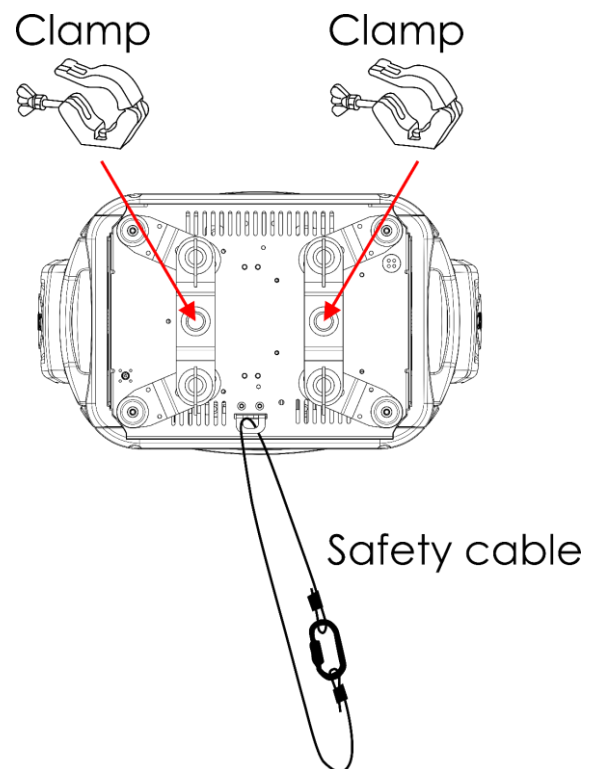

Fig. 07
- 02) Installare i ganci, come indicato nella Fig. 07. Assicurarsi di servirsi dei ganci adatti per il fissaggio del dispositivo a un traliccio.
portante indipendente dalla sospensione primaria. Inserire il cavo di sicurezza attraverso l'**occhiello di sicurezza (14)**, come indicato nella Fig. 07.